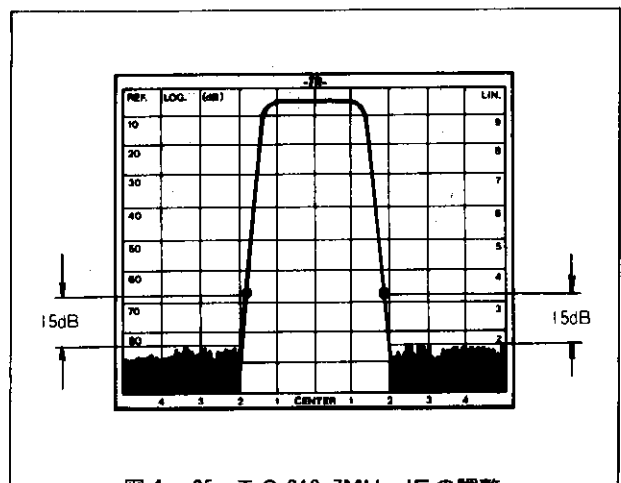

図4-25 T.G.210.7MHz IFの調整
4. **MANUAL SWEEP** つまみによって、マーカ点を波形の左側で、ノイズ・レベルのピーク値より15dB高い点にもってきます。〔図4-25〕